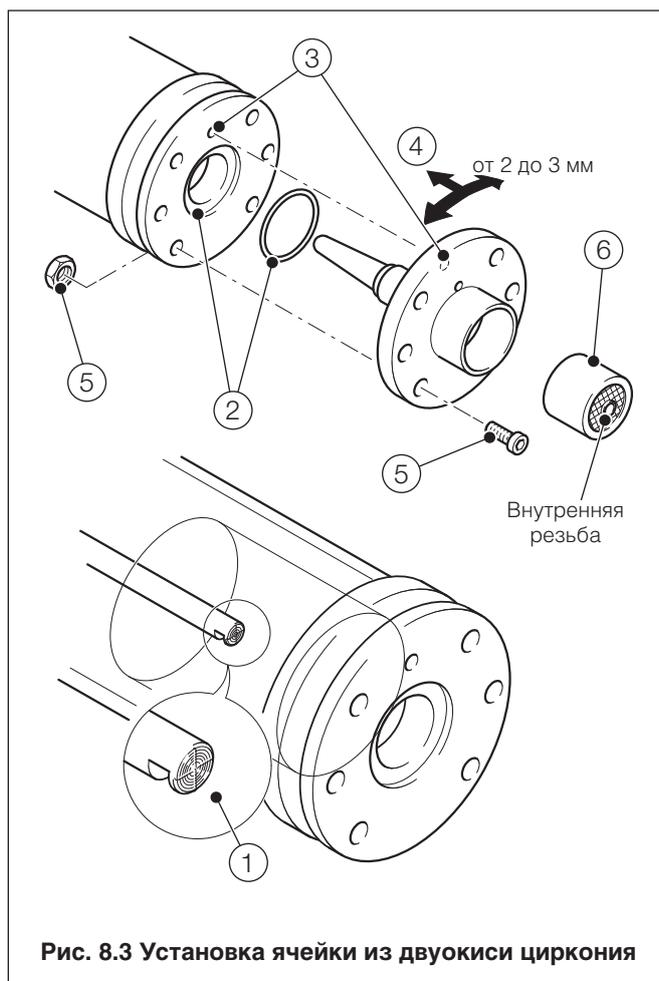

Рис. 8.3 Установка ячейки из двуоксида циркония
8.4 Установка циркониевой ячейки (для всех зондов) – Рис. 8.3
- ① Осмотреть контакт на изоляторе внутреннего электрода. Если смотреть через отверстие в торце корпуса зонда, соединение должно представлять собой плоскую спираль, центр которой поддерживается изолятором.
- ② Используя только сухую безворсовую ткань, тщательно очистить торец корпуса зонда, особенно паз под уплотнительное кольцо и центральное отверстие. Если уплотнительное кольцо не поцарапано и не повреждено, не следует пытаться извлекать его для очистки.
Согласно Рис. 8.3: